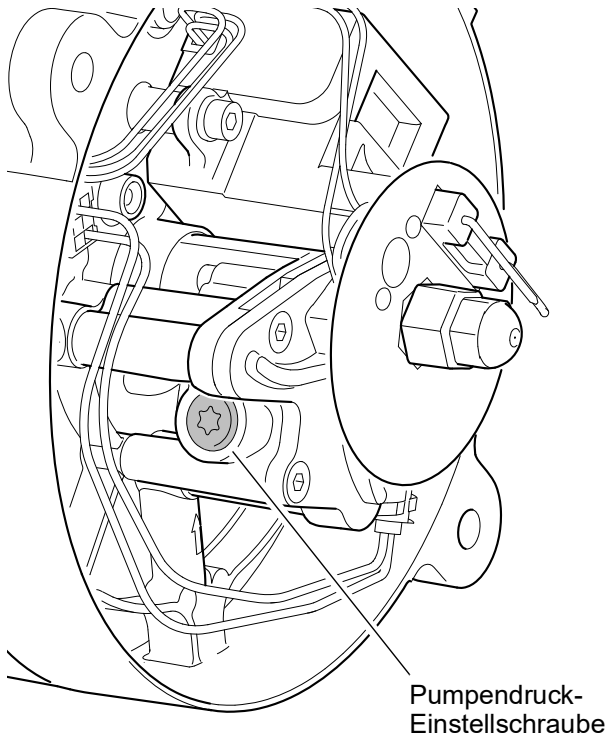

Abb. 510
**Ist der Soll-Druck nicht gegeben, kann er nachgestellt werden. Dazu die Einstell-Schraube (siehe Abb. 510) max. eine Umdrehung nachstellen. Kann der vorgegebene Druck trotz Nachstellung nicht erreicht werden oder treten Undichtigkeiten auf, ist die Brennstoffpumpe auszutauschen.**